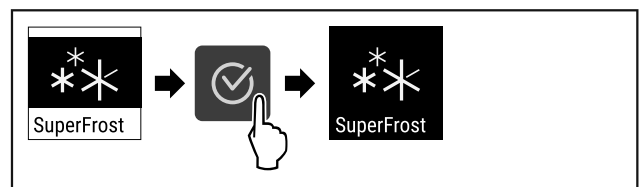

Fig. 93
- ▶ Изпълнете стъпките (виж Fig. 93) .